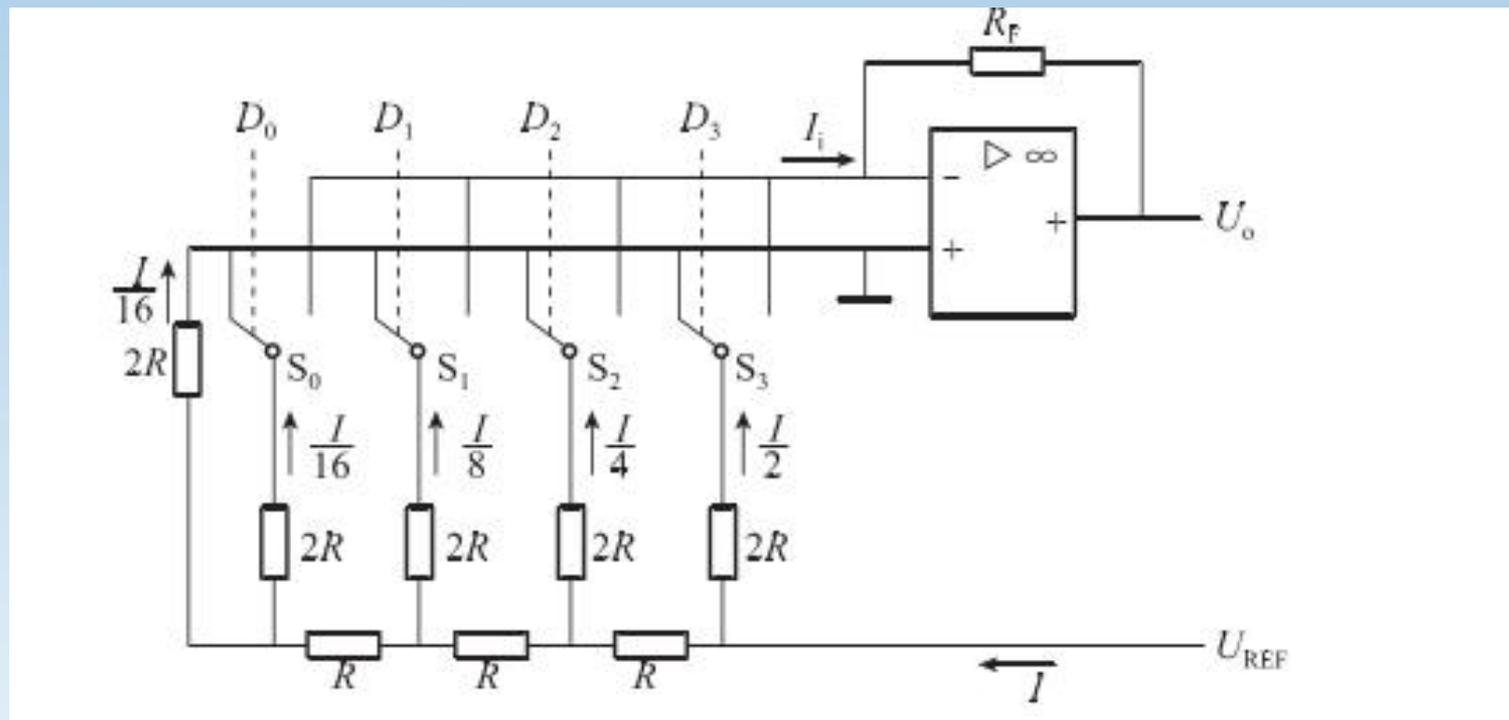

图9-1-3 DA7520的外引线排列及连接电路
- DA7520的外引线排列及连接电路如图9-1-3所示。
- (1) 分辨率: 十位;
- (2) 线性误差
- (3) 转换速度